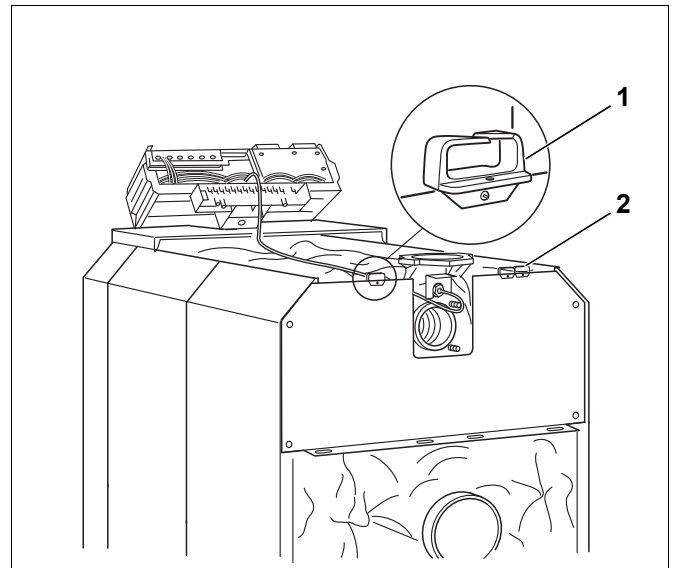

Рис. 63 Электрическое подключение
- ▶ Закрепите винтами держатель кабеля (рис. 63, [1] и [2]) слева или справа на задней стенке котла.